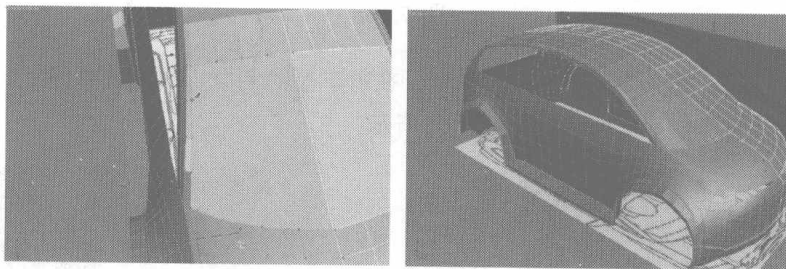

图 7.114
- 12 单击右键，在弹出的快捷菜单中选择 Cut 命令，在挡风玻璃的面上切出细分曲线，如图 7.114 所示。